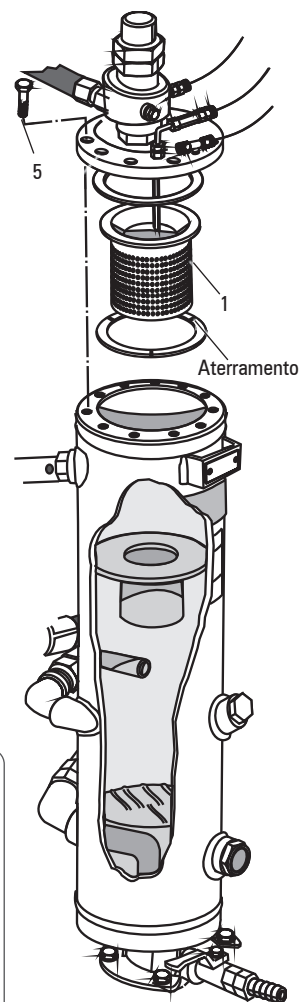

FIGURA 17.9
Para realizar a troca do elemento separador proceda conforme indicado abaixo e verifique a Figura 17.9. O período de troca do elemento separador está indicado na Tabela 17.3
- Para os compressores SRP 4150 e SRP 4200 existe um suporte no reservatório para facilitar a remoção de sua tampa, como na figura 17.9.